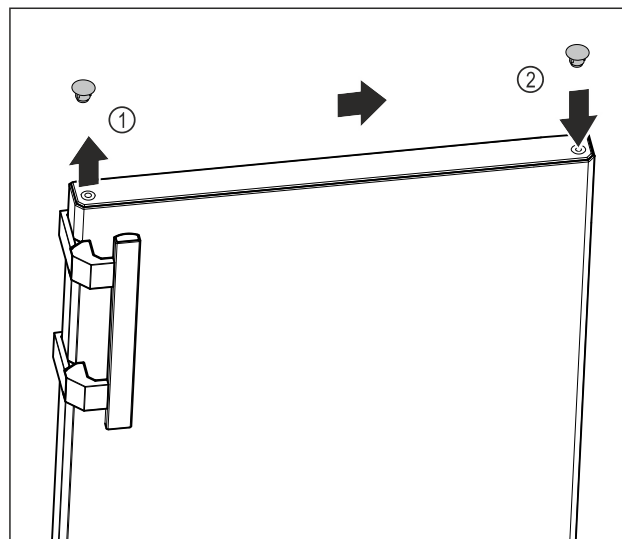

Fig. 14
- ▶ Abdeckstopfen der Türoberseite Fig. 14 (1) vorsichtig mit Schlitzschraubendreher anheben.
- ▶ Abdeckstopfen auf der Gegenseite einsetzen. Fig. 14 (2)